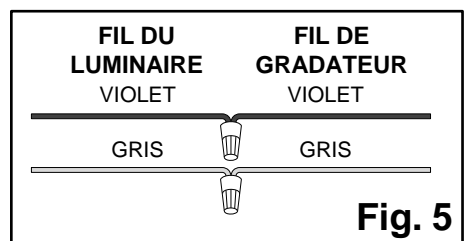

Fig. 5
13. Connecter les  **fils violet et gris du luminaire** aux fils correspondants de la mur 0-10V gradateur (**Fig. 5**).